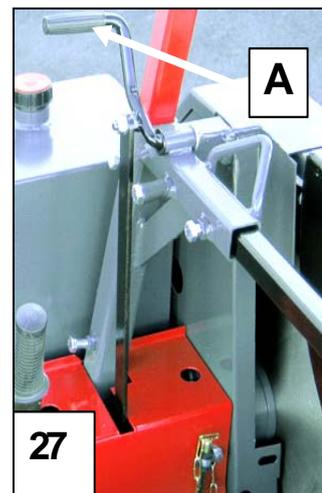

Abb. 27. Spannen und Entspannen der Keilriemen
1. Entspannen Sie die Keilriemen mit Hilfe des Not-Aus-Schalters (Abbildung 27).